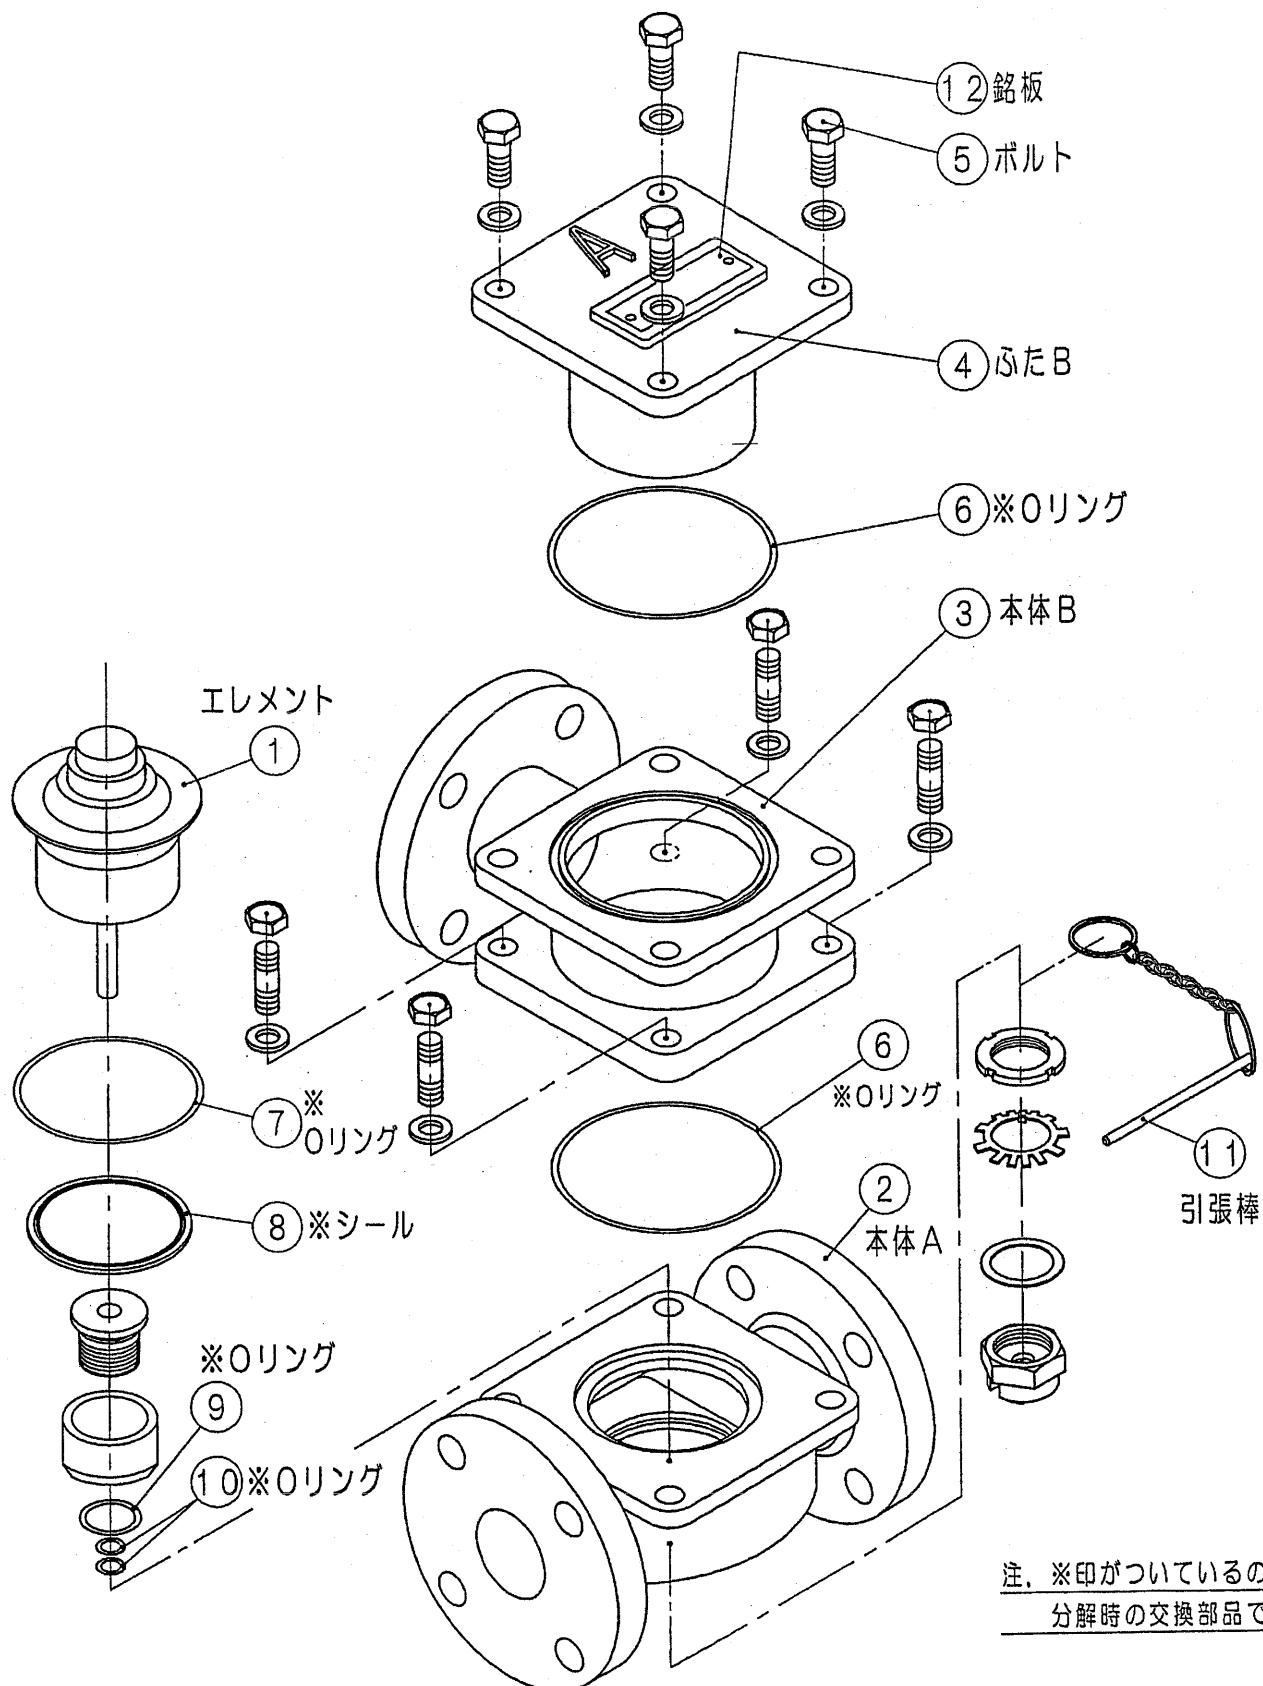

図6 分解・組立図
- (1) 交換する部品については図6を参照ください。
- (2) Oリングには組立時、組立補助材としてプラスティループNO.3を塗布してください。
- (3) 交換部品は原則として分解時交換してください。